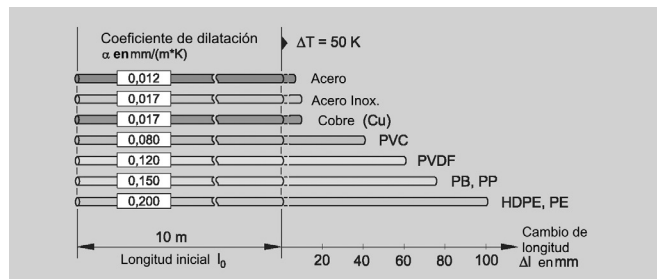

Figura 1.1: Coeficiente de dilatación lineal de materiales
Particularmente, las tuberías de calefacción, aire acondicionado y tecnología de procesos suelen estar sometidas a considerables fluctuaciones de temperatura y, en consecuencia, presentan importantes variaciones respecto a su longitud inicial. Las tuberías presentan una disminución de su longitud cuando existen bajadas de temperatura y, a su vez, se produce una expansión al aumentar la diferencia de ésta. Dependiendo del material, las tuberías se expanden de forma diferente frente a la misma diferencia de temperatura; el polietileno (PE), por ejemplo, se expande 17 veces más que el acero estructural. Por lo tanto, en la fase de planificación y cálculo hay que tener en cuenta el coeficiente de dilatación específico dado por el material (Figura 1.1).